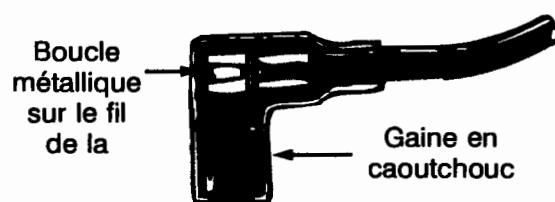

Figure 6
- Branchez le fil de la bougie sur cette dernière. Si une gaine en caoutchouc recouvre l'extrémité du fil de la bougie, assurez-vous que la boucle métallique, au bout du fil de la bougie (dans la gaine en caoutchouc), est bien fixée sur l'embout métallique de la bougie. Voir la figure 6.